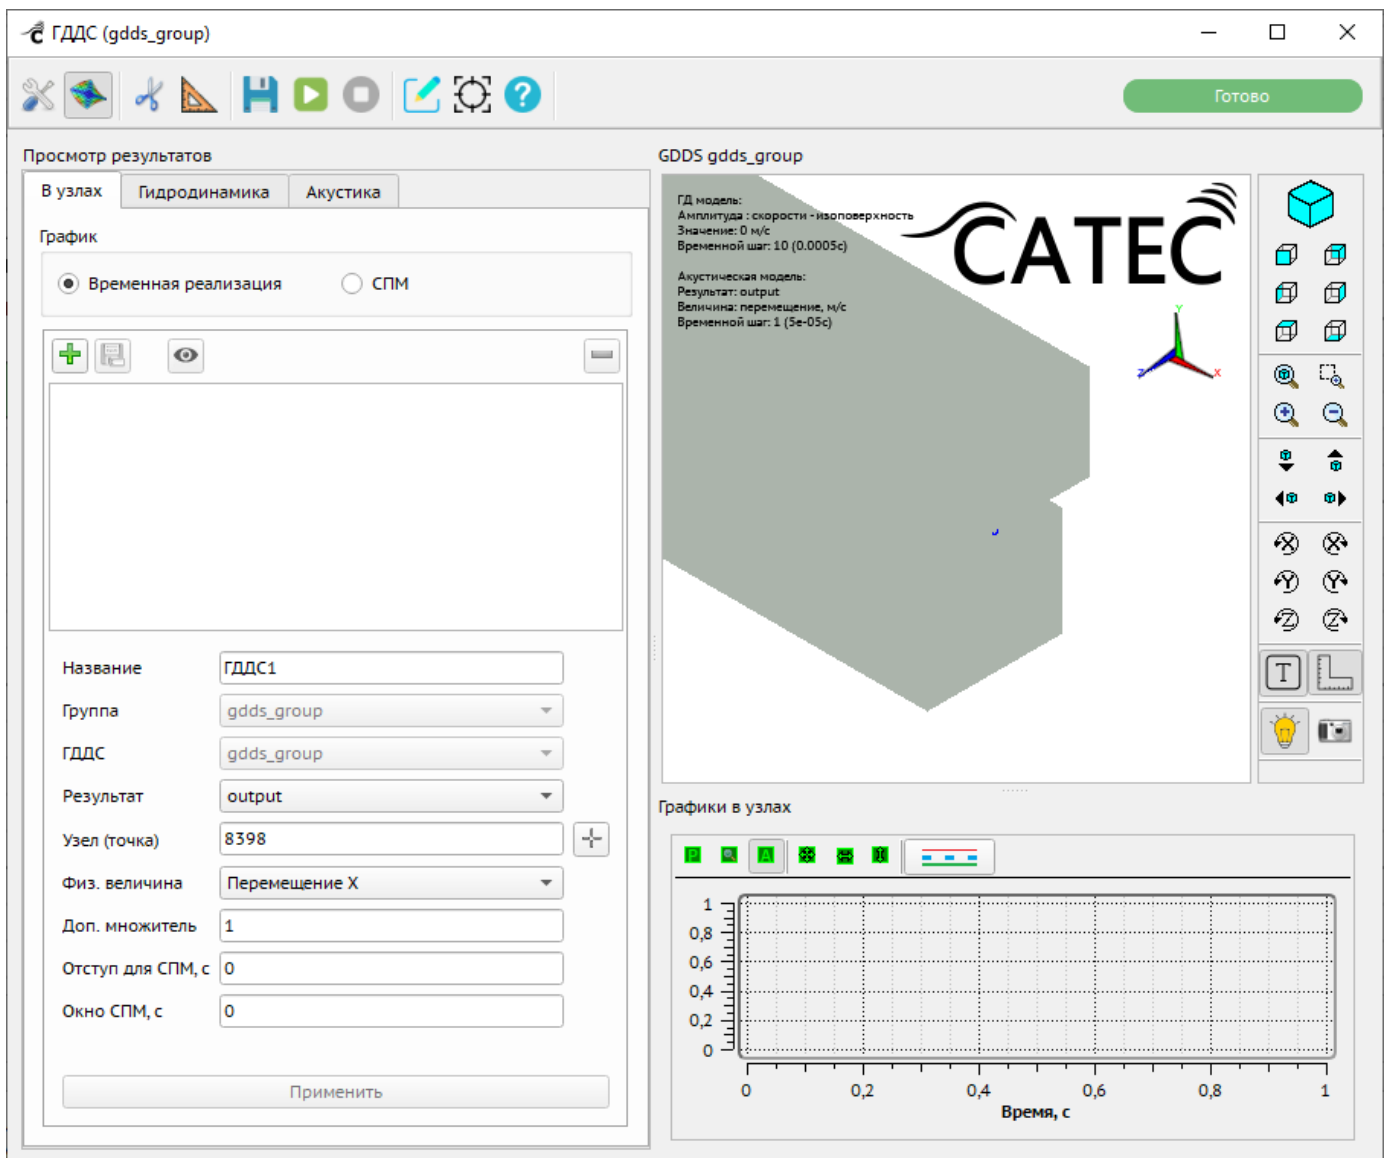

Рисунок 450 – Выбор узла на модели
- «Узел (точка)» – для выбора определенного узла необходимо ввести его номер вручную или указать требуемую точку на 3D-модели, нажав на кнопку  рядом с полем. При нажатии на кнопку все доступные для выбора узлы подсвечиваются красным цветом. После щелчка мышью по нужному узлу он выделяется синим, а подсветка остальных узлов снимается (Рисунок 450);